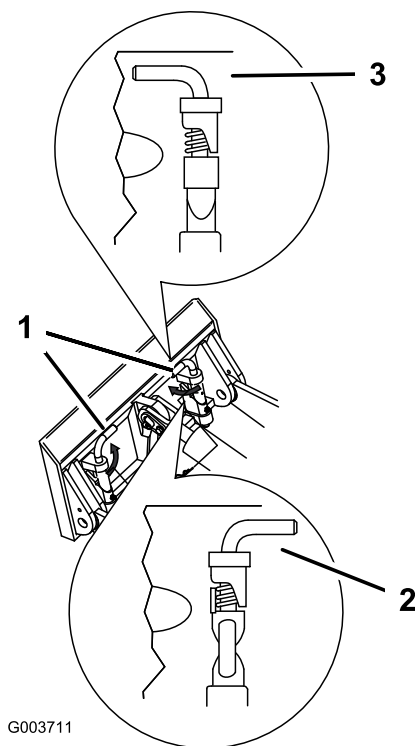

Figura 17
7. Engate os pinos de ligação rápida, assegurando que estão completamente encaixados na placa de montagem (Figura 17).